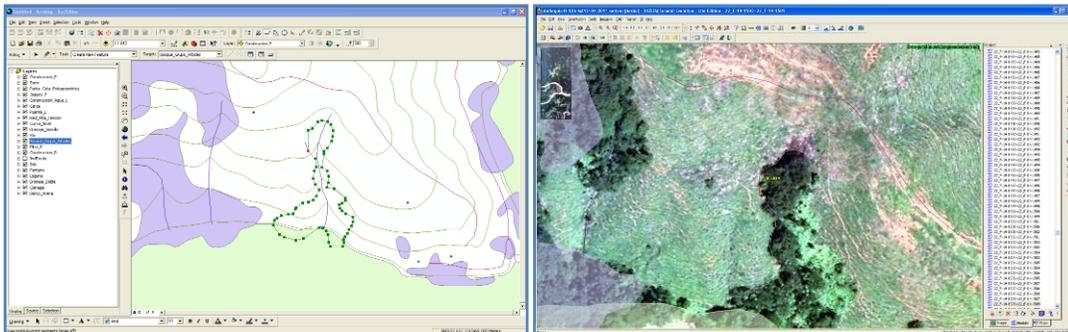

Figura 45. Captura de vértices del elemento
3. Ubique el elemento a capturar en la ventana de DAT/EM Summit Evolution, de click en el botón Line de la herramienta CAD Commands, ajuste estereoscópicamente la altura del elemento e inicie la captura de los vértices del elemento.(Ver Figura 45).